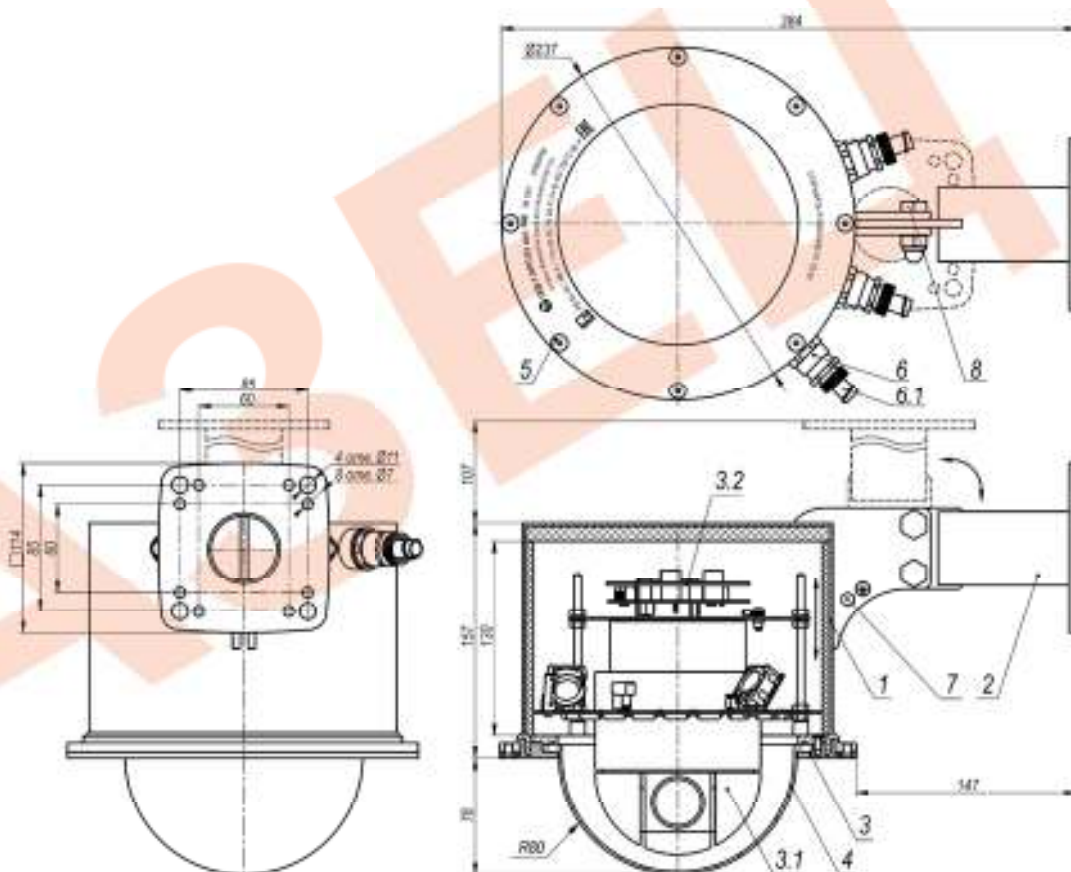

Рис.1 Габаритные и установочные размеры изделия
1. Закрепить кронштейн (поз.2 рис.1) на стене или потолке с помощью 4 шурупов или анкерных болтов диаметром не менее 8 мм и не более 10 мм, или на столбовом кронштейне (поставляется отдельно) с помощью 4 болтов М6.
2. Установить видеокамеру (поз.1 рис.1) на кронштейн и закрепить её двумя комплектами болта с гайкой крепления видеокамеры на кронштейн (поз.8 рис.1).
3. Подсоединить провод заземления к болту заземления видеокамеры (поз.7 рис.1).
4. Отвернуть 8 винтов (поз.5 рис.1) крепящих крышку и извлечь модуль (поз.3 рис.1) из видеокамеры (поз.1 рис.1).
7. Приосединить металлорукав к хвостовику контргайки гермоввода (поз.6.1 рис.1).
В состав изделия входят (см. рис.1):